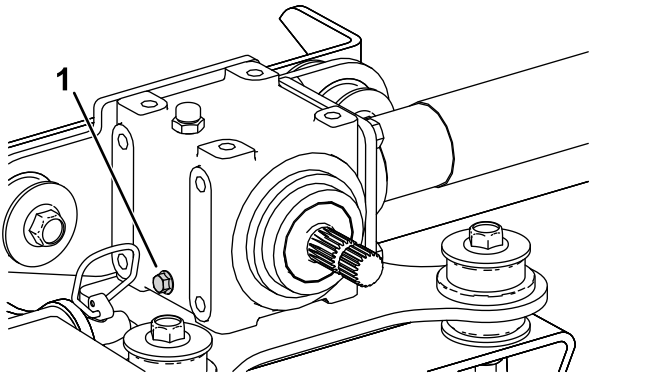

图 25
2. 在齿轮箱上的排油塞下放置一个放油盘图 25。
3. 取出齿轮箱左下侧的排油塞并排出油液图 25。